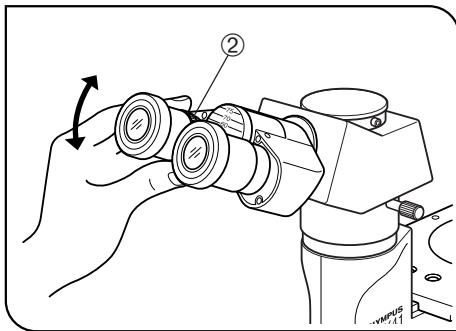

Abb. 12
2. Mit dem linken Auge durch das linke Okular hindurchsehen und nur den Dioptrieneinstellring ② drehen, um das Objekt scharfzustellen. (Abb. 12)